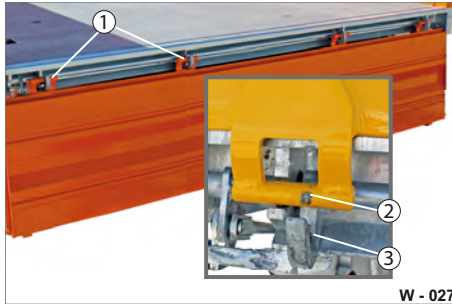

Abb. 27 Bordwand am Heck
- ▶ Säubern Sie die Schmier- / Lagerstellen (Abb. 27/1) mit einem sauberen, trockenen Lappen.
- ▶ Fetten Sie die Verriegelungs-Lappen (Abb. 27/2) und Verriegelung-Haken (Abb. 27/3) ein.